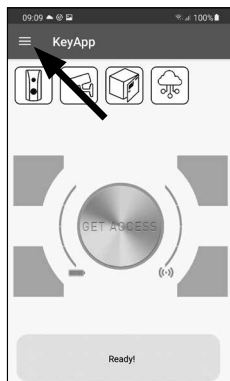

Fig. 67
- ① Open the main menu (Fig. 67).